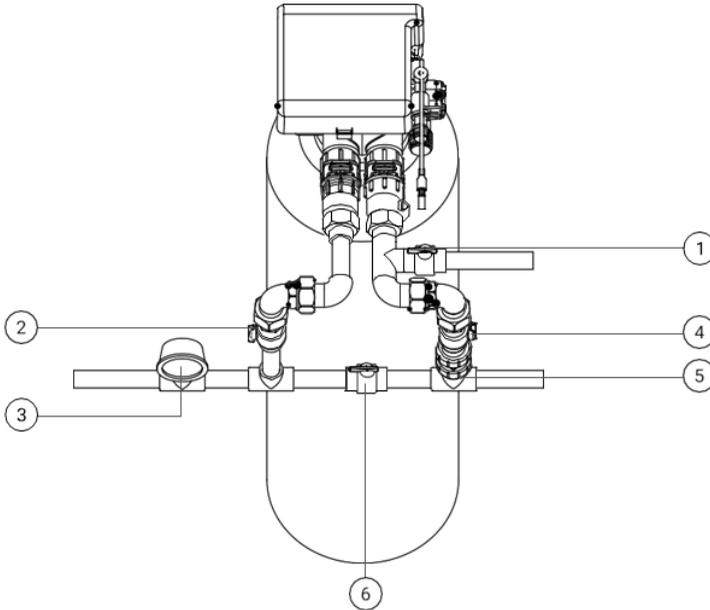

Рис. 4
- Установите манометр (в комплект не входит) на выпускном трубопроводе (рис. 4).
- Установите краны (в комплект не входит) А, В, С и D на обводном (Байпас) впускном и выпускном трубопроводах. Кран D предназначен для отбора проб (рис. 4).
- Впускной трубопровод должен располагаться параллельно выпускному трубопроводу (рис. 4).